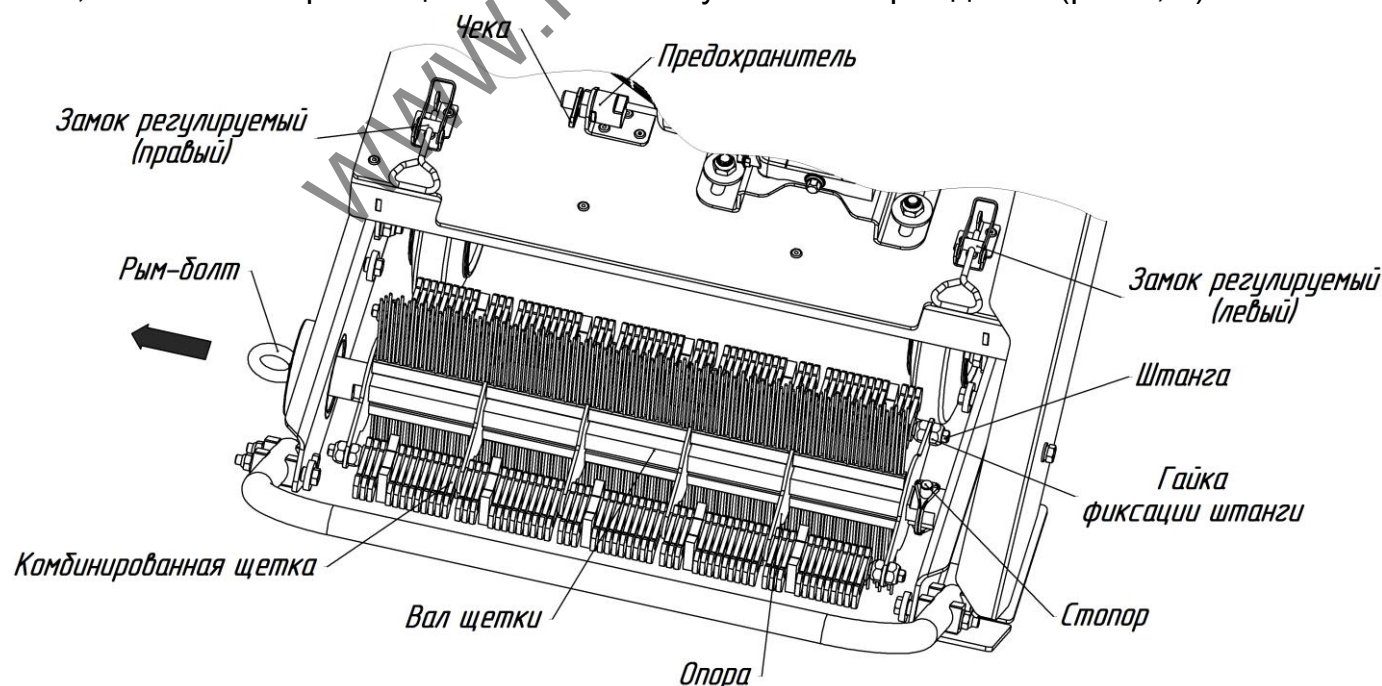

Рис.3. Схема крепления комбинированной щетки.
2. Снять стопор (рис.3).
3. Вытянуть вал щетки из корпуса потянув за рым-болт в направлении указанном на рис.3.
- вал должен быть прямым, не иметь повреждений, трещин, срезов, других механических повреждений (рис.3);
трещин, растяжений, выломов и других физических повреждений (рис.3);
– штанги могут иметь следы износа, но не должны иметь трещин, изломов, существенного износа (в виде изношенных канавок более 2мм) (рис.3);
– гайки, фиксирующие штанги должны быть закручены до упора обеспечивая свободное вращение элементов деликатной и грубой очистки. В случае запуска с ослабленными гайками устройство будет повреждено и возникает опасность нанесения травм оператору и окружающим (рис.3).
3. Во время работы с ледоколом рекомендуется откручивать рым-болт (рис.3).